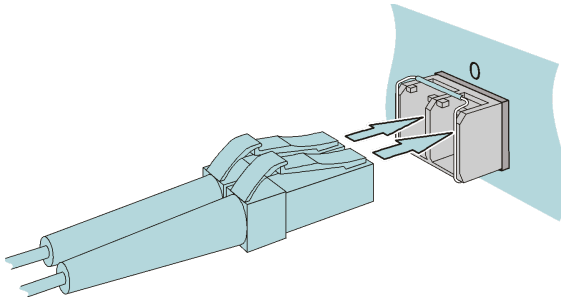

Figura 29 - Conecte a fibra
Passo 4: Insira as fibras preparadas nas portas do módulo óptico em ordem, conforme mostrado na Figura 29.